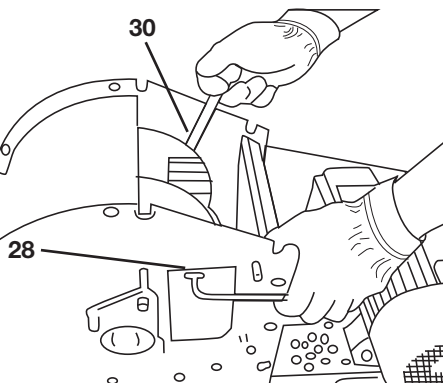

Bild 30
- Rotor so drehen, dass eine Schlägerachse durch die Öffnung sichtbar ist (siehe „Bild 30“).
- Senkschraube (28) (SW 6) an der Schlägerachse lösen und herausdrehen (siehe „Bild 30“).
- Auf der gegenüberliegenden Seite der Senkschraube ist eine Schlüssel­fläche an der Schlägerachse angebracht, die Schlägerachse kann mit einem Gabelschlüssel (30) (SW 13) gehalten werden (siehe „Bild 30“).